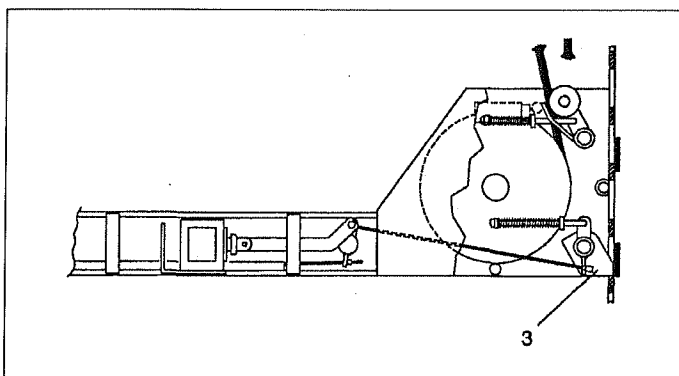
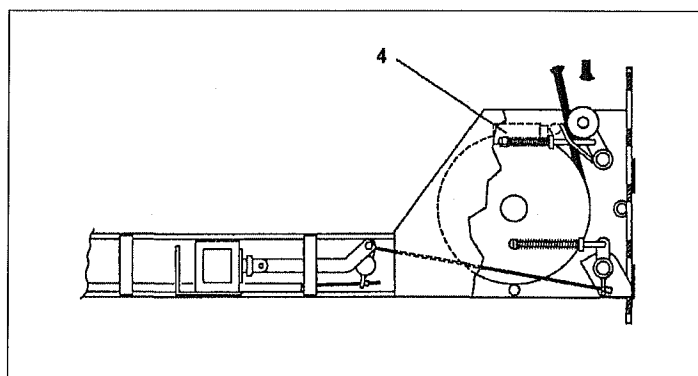

Рис. 23. Конечный микровыключатель и клин безопасности
Рис. 24. Конечный микровыключатель и клин безопасности
- При ослаблении или обрыве стальных тросов клинья безопасности (3) остановят подвижную часть подъемника с установленным на ней автомобилем в текущем поднятом положении (Рис. 23), а микровыключатель (п.4, Рис.24), расположенный на стальных тросах внутри поперечных балок, отключит подачу питания на электромотор.